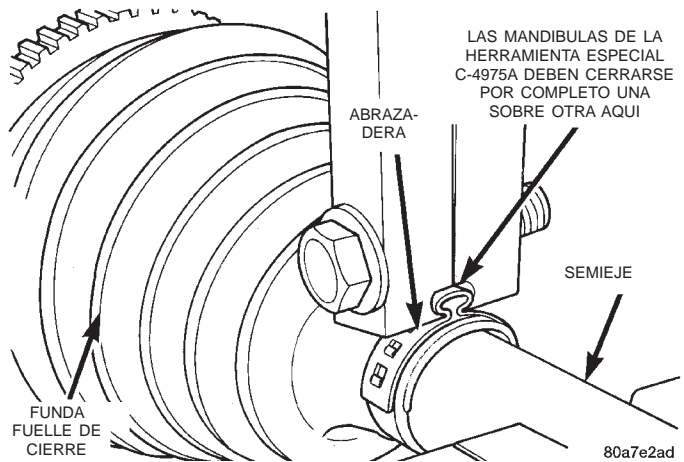

Fig. 8 Instalación de la abrazadera de retención de la funda fuelle de cierre
(7) Apriete la tuerca del plegador C-4975-A hasta que las mandíbulas de la herramienta se cierren por completo una sobre otra (Fig. 8).